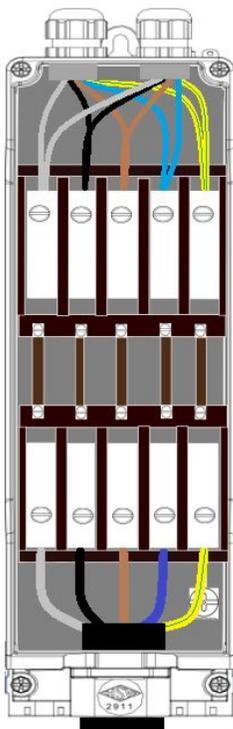

Abbildung 6: Verdrahtung der LPs im KÜK
2. Die Ladepunkte wie in Abbildung 6 mit dem KÜK verdrahten.